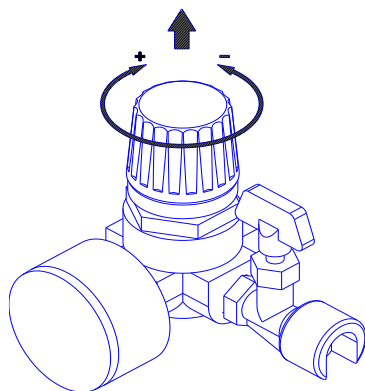

Рисунок 7
7.3.1 Настройка давления в подсоединенных пневматических инструментах регулятором давления осуществляется следующим образом (см. рисунок 7):